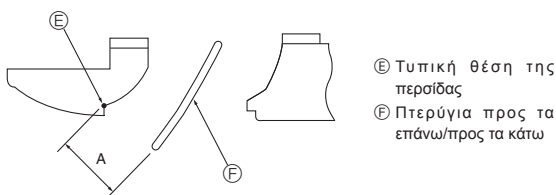

Fig. 8-10
- 3 Για να ρυθμίσετε την επιθυμητή κατεύθυνση της ροής του αέρα, μετακινήστε αργά τα πτερύγια προς τα επάνω ή προς τα κάτω, εντός του καθορισμένου εύρους. (Fig. 8-10)